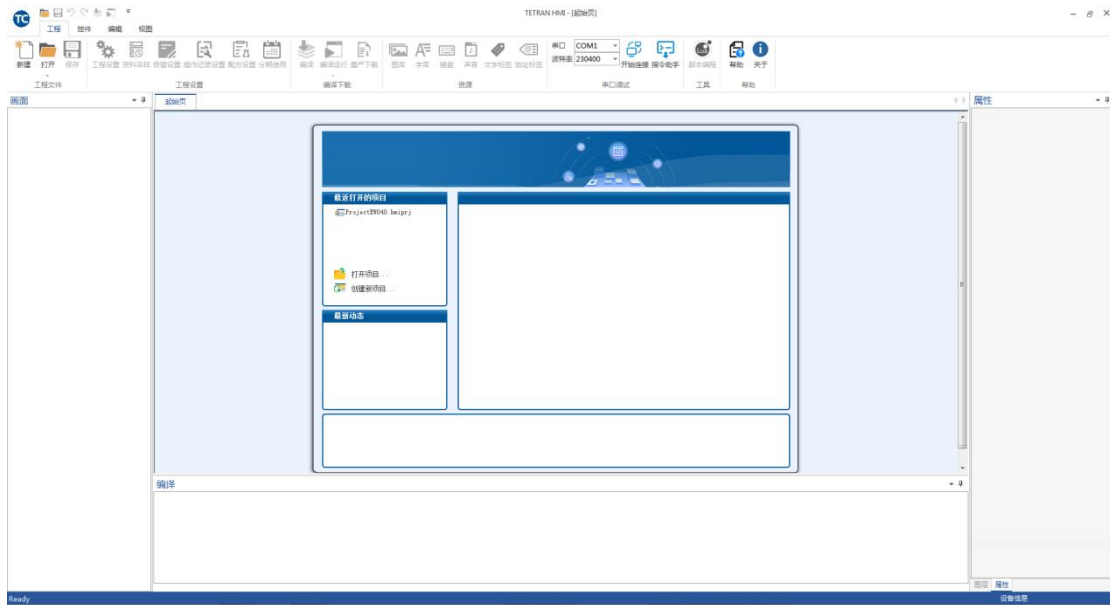

图 1-2 打开软件
3. 安装完成后，桌面生成快捷图标 。打开软件，显示界面如图 1-2 所示；